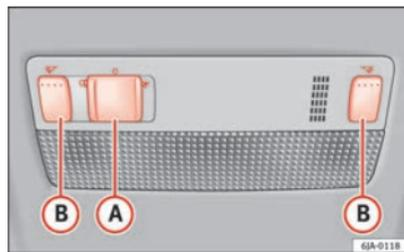

Fig. 59 Éclairage intérieur - variante 1
- Déplacez la commande  ⇒ fig. 59 vers le côté de la lampe, le symbole  apparaît.
- Déplacez la commande  ⇒ fig. 59 vers la position centrale **O**.
- Déplacez la commande  ⇒ fig. 59 vers le centre de la lampe, le symbole  apparaît.
- Pour allumer et éteindre les lampes de lecture, appuyez sur la touche  ⇒ fig. 59.
Lorsque la commande d'éclairage depuis la porte est activée (commande  ⇒ fig. 59 sur la position ) , la lumière s'allume si :